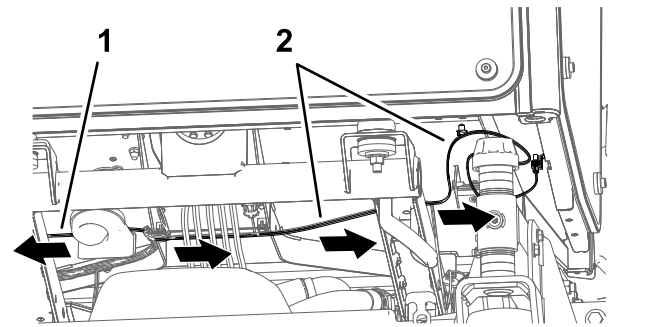

**Figure 19**
1. Alignez les trous de la patte de montage d'éclairage gauche et les trous du support de phare gauche comme montré à la Figure 19.
- Fixez la patte de montage d'éclairage au support de phare (Figure 19) à l'aide d'un boulon à embase (3/8 x 1 po), de 2 rondelles (3/8 po), d'un contre-écrou à embase (3/8 po), d'un boulon à embase (1/4 x 5/8 po) et d'un contre-écrou à embase (1/4 po).